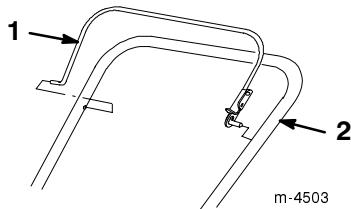
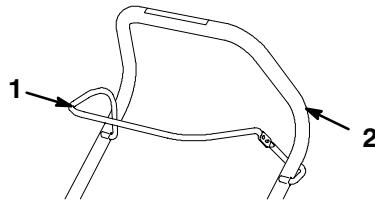

Figure 4
Figure 5
- Montez la barre de commande sur la partie supérieure du mancheron de la manière indiquée à la Figure 4 (modèles 38428 et 38429) ou à la Figure 5 (modèles 38441 et 3844).